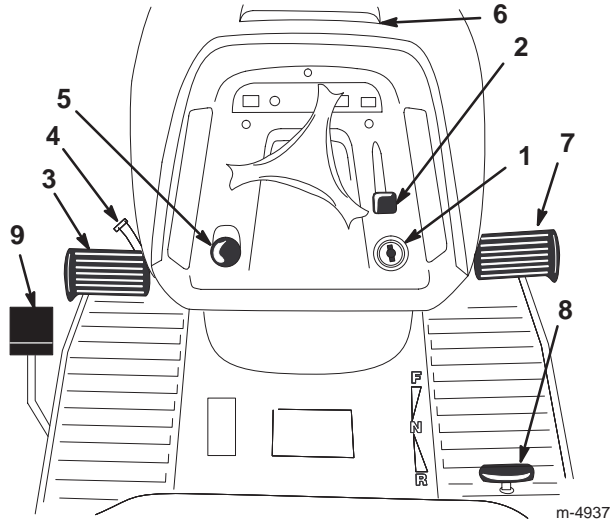

Figure 2
Avant de mettre le moteur en marche et d'utiliser le tracteur, familiarisez-vous avec toutes les commandes (Fig. 2).
1. Appuyez sur la pédale de frein (Fig. 2) et maintenez-la enfoncée.
2. Tournez le levier de frein de stationnement (Fig. 2) dans le sens anti-horaire et relâchez progressivement la pédale de frein.
1. Enfoncez la pédale de frein (Fig. 2).